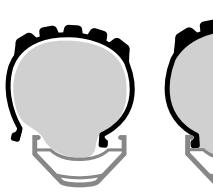

Abb. 28. Erster Reifenwulst aufgezogen und Schlauch außerhalb der Felge
- Ziehen Sie den Reifenwulst einer Seite des Reifens auf die Felge auf; starten Sie beim Ventil. (Siehe Abb. 28).